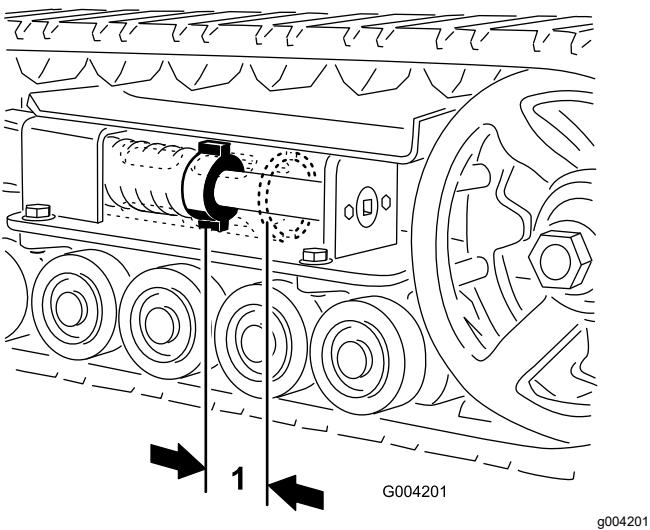

Рисунок 46
5. Используя ключ с храповым механизмом на $\frac{1}{2}$ дюйма, поворачивайте натяжной винт против часовой стрелки до тех пор, пока расстояние между натяжной гайкой и задней стороной натяжной трубы (Рисунок 46) не станет равным 7 см.
натяжной трубы (Рисунок 46) не станет равным 7 см.
18. Поворачивайте натяжной винт против часовой стрелки до тех пор, пока расстояние между натяжной гайкой и задней стороной натяжной трубы (Рисунок 46) не станет равным 7 см.